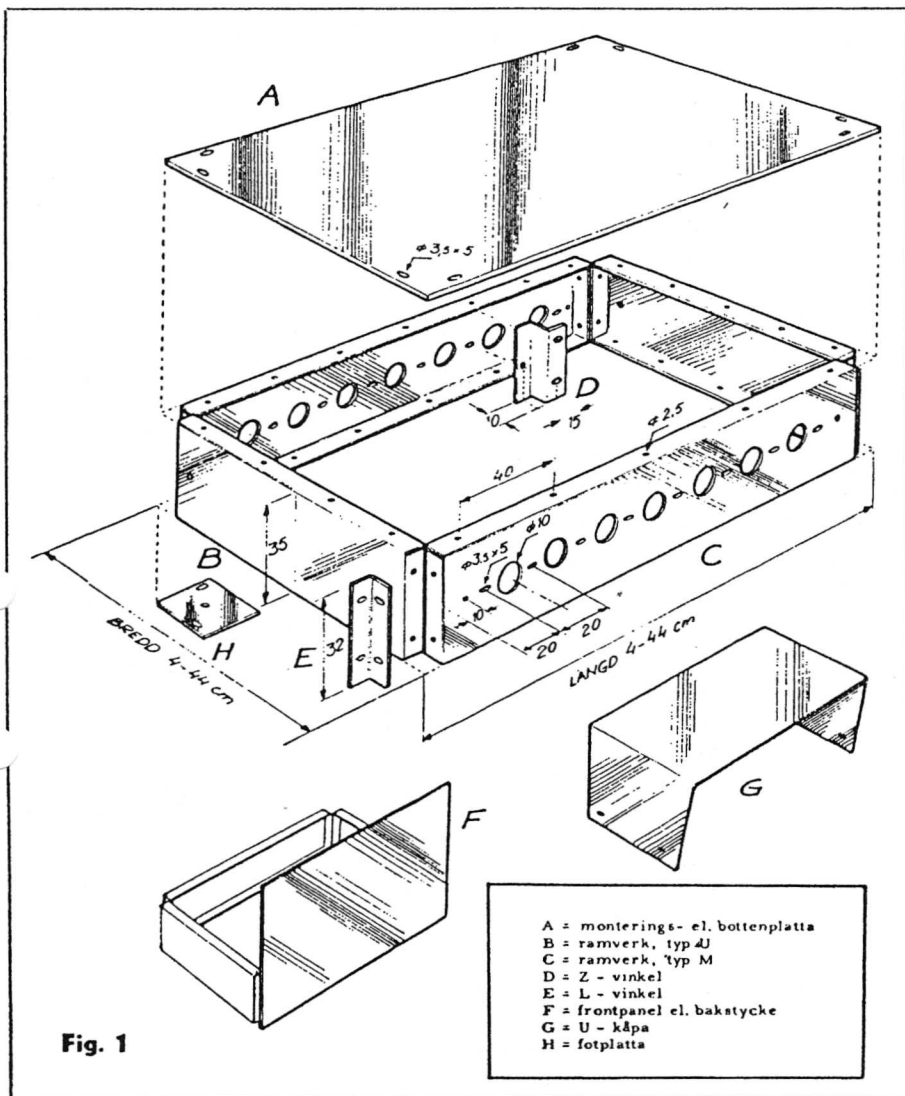

Fig. 1
Det normchassi, som nu lanseras av Elfa, bygger i princip på ett vanligt bygglådesystem, och man kan alltså med olika bitar montera ett chassi av önskad storlek och form. Bygghelena består av lösa plattor (A i fig. 1), ramdelar (B och C), Z-vinklar (D), och hörnvinklar (E). Elfa-chassit utgår från en s. k. modul på 4 cm, vilket innebär att alla mått på ramdelar och plattor är jämnt delbara med 4 cm. Typnumret på chassidelarna anger måttet i cm. Ramdelarna finns med eller utan komponenthål och detta anges med en bokstav efter numret.
En ramdel med typnummer 16 U anger alltså dels att ramdelen är 16 cm lång och att den är utan komponenthål. Alla ramdelar och plattor är dock försedda med monteringshål för plåtskruvar, varför det inte fordras några som helst verktyg förutom skruvmejsel för att sammanfoga chassit. Till normchassin finns också U-kåpor (G i fig. 1), och fotplattor, så att chassin, som inte är försedda med bottenplattor, kan förses med gummifötter. Monteringsplattorna, A, kan användas både som monteringsplatta och bottenplatta.